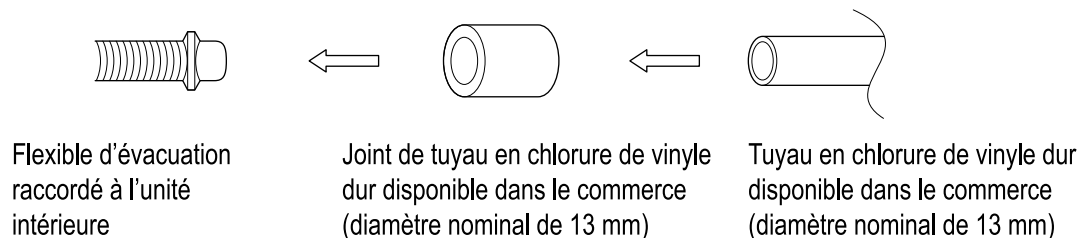

Fig. 19
- Lorsque vous raccordez directement un raccord de tuyaux en chlorure de vinyle dur (diamètre nominal 13 mm) au tuyau d'évacuation raccordé à l'unité intérieure (i.e. pour les tuyaux encastrés, etc.), utilisez un raccord de tuyaux en chlorure de vinyle dur (diamètre nominal 13 mm) disponible dans le commerce (reportez-vous à la fig. 19).